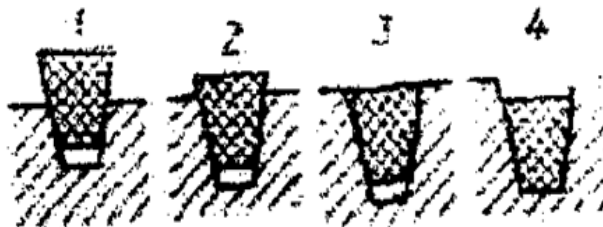

Рисунок 9.
82. В каком сечении правильно показано положение клинового ремня в ручье шкива (рис. 9)?